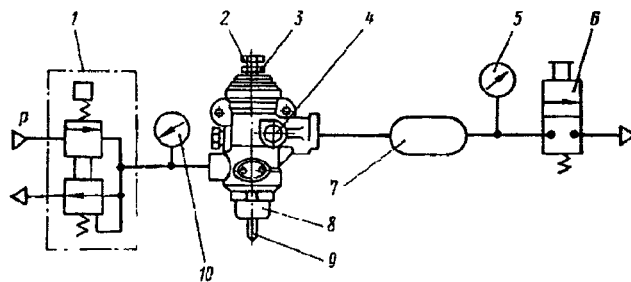

Рис. 302. Схема подключения регулятора давления:
1. Подключите регулятор по схеме, изображенной на рис. 302. Отверните гайку-барашек от клапана 4 отбора воздуха.